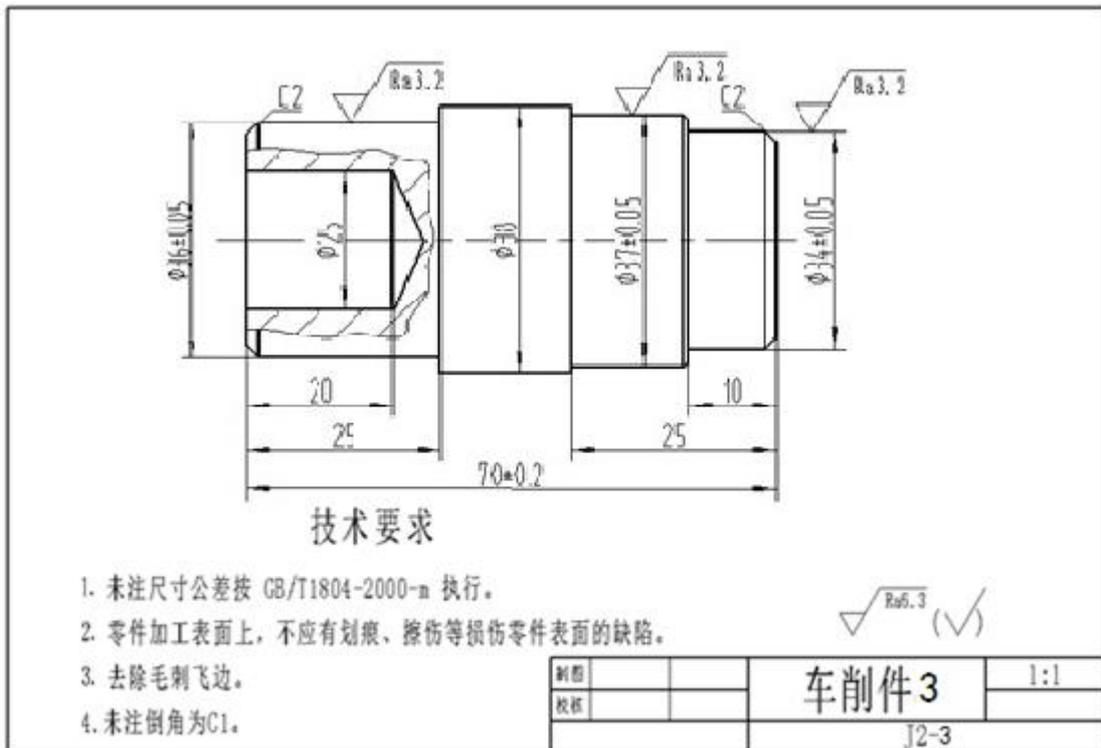

图 2-1-3 车削件零件图
(1) 任务描述：试在 CA6136 车床上加工如图 2-1-3 所示工件，所提供的工件毛坯规格： $\Phi 40\text{mm} \times 75\text{mm}$ 棒料，45 钢。生产批量为中批量。最终结构要素的加工形状、公差要求以及表面质量等以图纸标注为准。